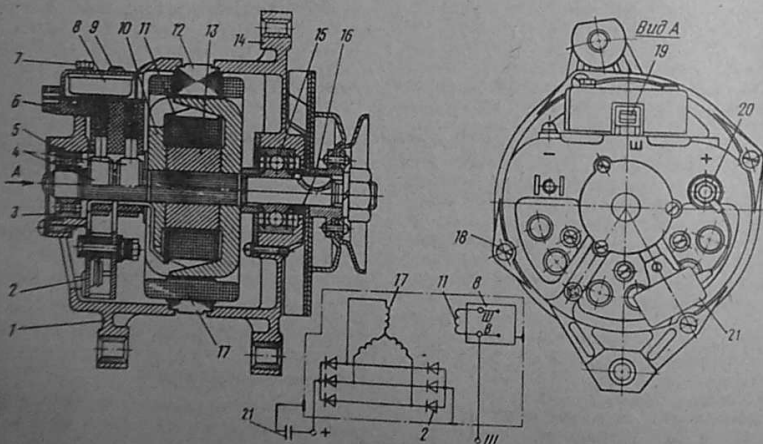

Рис. 151. Генератор 29.3701-01 и его электрическая схема:
Генератор 29.3701-01 (рис. 151) представляет собой трехфазную 12-полюсную синхронную электрическую машину пере-
Концы обмотки возбуждения, расположенной между клювообразными полюсами ротора, припаяны к двум медным контактным кольцам, изолированным от массы вала ротора. К контактным кольцам прилегают подпружиненные угольные щетки марки М1, канатики которых приварены к токоведущим шинам щеткодержателя, прижатым к выводным клеммам регулятора напряжения. Электрическая схема генератора показана на рис. 151.
1. Отвернуть два болта 7 (см. рис. 151) крепления интегрального регулятора и снять его с щеткодержателем 6 и кожухом 9.